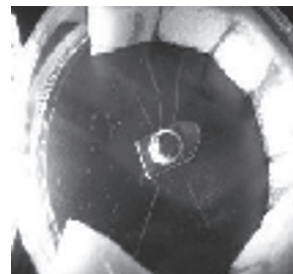

図1
(1) 放射性物質（モナザイト鉱石）をペトリ皿の中に入れます。スポンジテープのすき間から、懐中電灯の光をあてて観察します（図1）。観察時は、ペトリ皿を密閉しておくことが重要となります。
(2) モナザイト鉱石をペトリ皿から取り出して、代わりにトリウム含有のランタンマントルから放出するラドンガス（トロン）をペトリ皿内に入れます。時間が経つにつれて飛跡が少なくなっていく様子を観察できます。